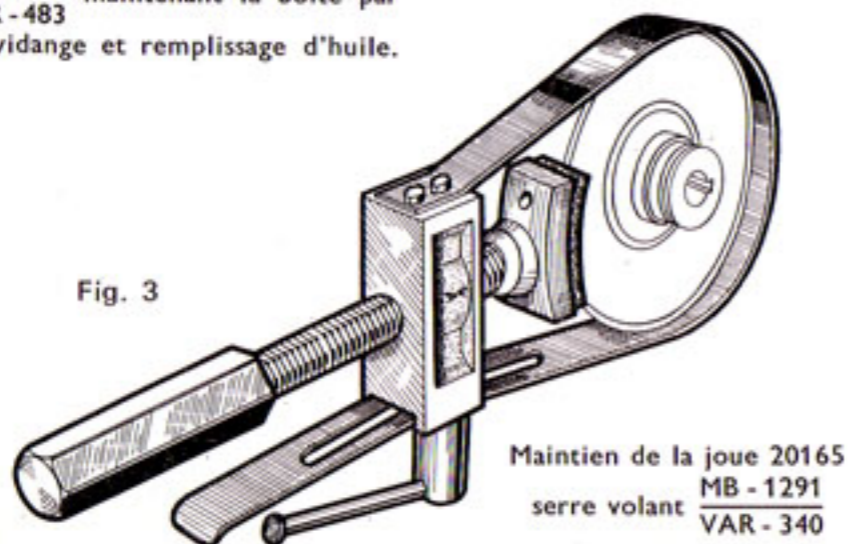

Fig. 3
- Maintenir la joue de poulie 20165 avec le serre volant Universel $\frac{\text{MB-1291}}{\text{VAR-340}}$ Fig. 3.